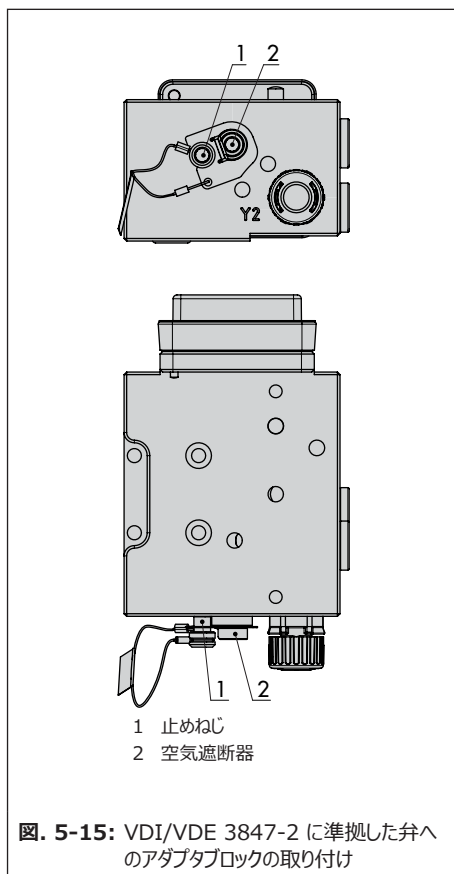

図. 5-15: VDI/VDE 3847-2 に準拠した弁へのアダプタブロックの取り付け
**アクチュエータを所定の位置でブロックする（図. 5-15参照）:**